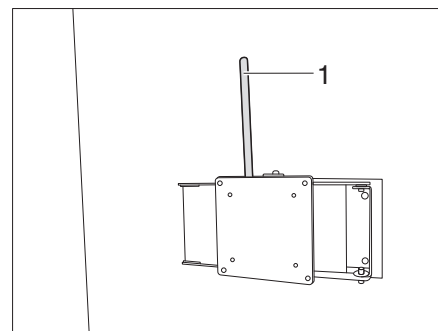

Fig. 135 Soporte con brazo articulado (variante 4)
- Tirar de la palanca (Fig. 135,1).
- Para bloquear la palanca (Fig. 135,1), volver a llevarla a la posición inicial.